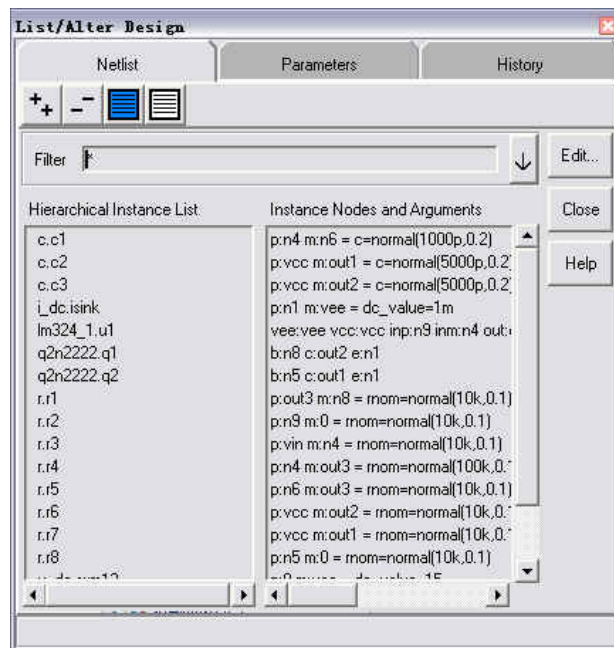

图 2—7 Netlist 面板内容
- ▲ Netlist: 如图 2—7 所示，面板中列出了设计中的元件及其相应的连接的节点和自变量，可以用 Filter 来约束 Hierarchical Instance List 中陈列出的元件。例如：如果在 Filter 处键入 r.\*，表格将只显示设计中的电阻元件。除列出元件外，也可以改变元件参数，选择元件，点击 Edit 按钮，该操作显示 Alter Components 对话框，在 Value 处键入新的参数值，点击 Apply 或 OK 按钮使改变生效。